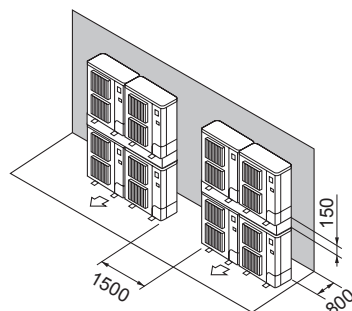

Fig. 2-18
- ⑦ Zabudowa jednostek zewnętrznych jedna na drugiej (Fig. 2-18)